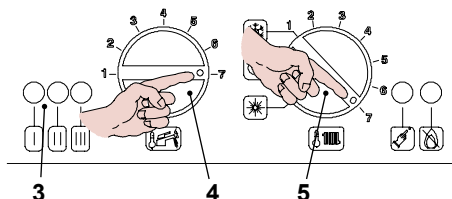

Figura 7.1
- Ruotare il selettore di funzione 5 come in Figura 7.1 .
- Ruotare la manopola di temperatura sanitari 4 al massimo Figura 7.1 .